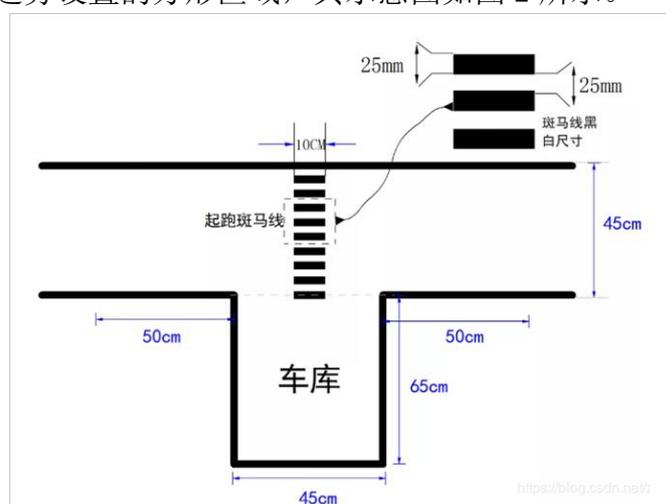

图 2 斑马线和车库示意图
① 磁标斑马线：智能车从磁标斑马线起跑开始计时，到达终点磁标斑马线结束时，其示意图如图 2 所示。
② 车库：赛道旁设置的方形区域，其示意图如图 2 所示。